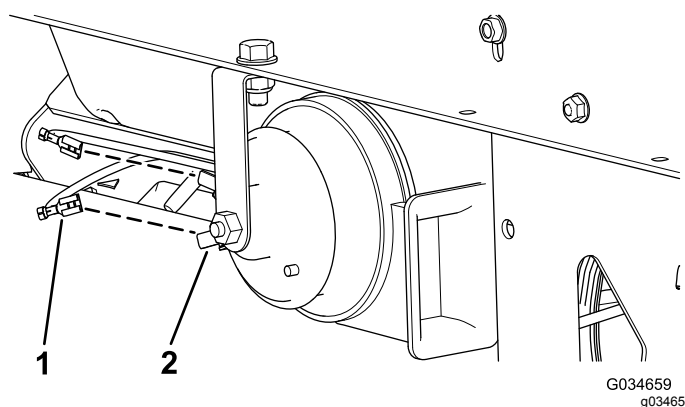

Figura 2
3. Ligue os dois conectores fêmeas da cablagem principal aos dois conectores macho da buzina de 12 V (Figura 2).